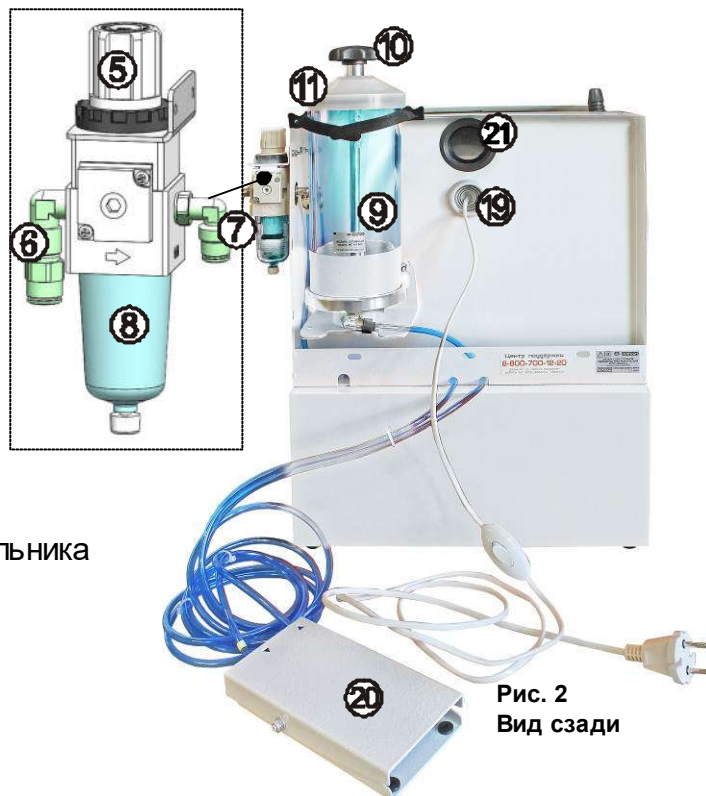

Рис. 2
5.10 Подключить трубку (18) одним концом к штуцеру (6, рис.2), другим - к внешнему источнику воздуха (быстроразъемный штуцер), (см. **Меры безопасности**, Приложение «Эксплуатация быстроразъемного соединения»).